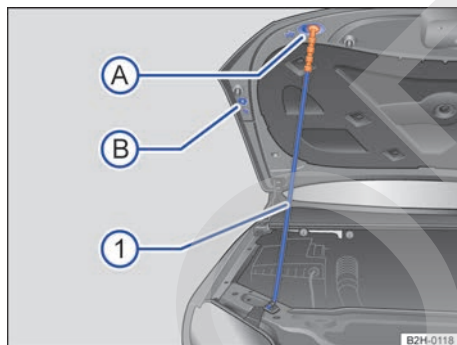

Fig. 148 Sujeción del capó del motor con la varilla de apoyo.
- Desencaje la varilla de sujeción → fig. 148 ⓘ del lado derecho de la chapa portacierre por el extremo de color → ⚠️.
- Introduzca el extremo de color de la varilla en la fijación → fig. 148 ⓘ o ⓘ.